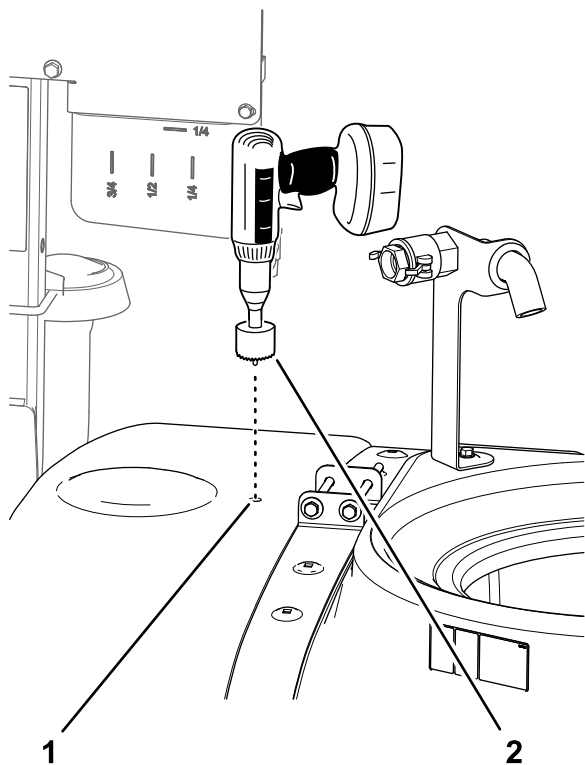

図 19
7. 前方のドリルマークについても、46の作業を行う図 19。